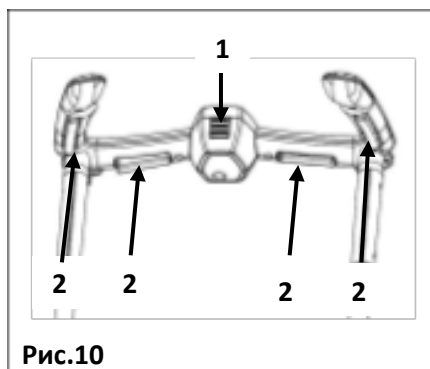

Рис.10
Чтобы включить устройство, нажмите и удерживайте кнопку защиты от непроизвольного запуска (1) на ручке панели управления, нажмите и удерживайте любую из четырех кнопок запуска (2). (Рис. 10).